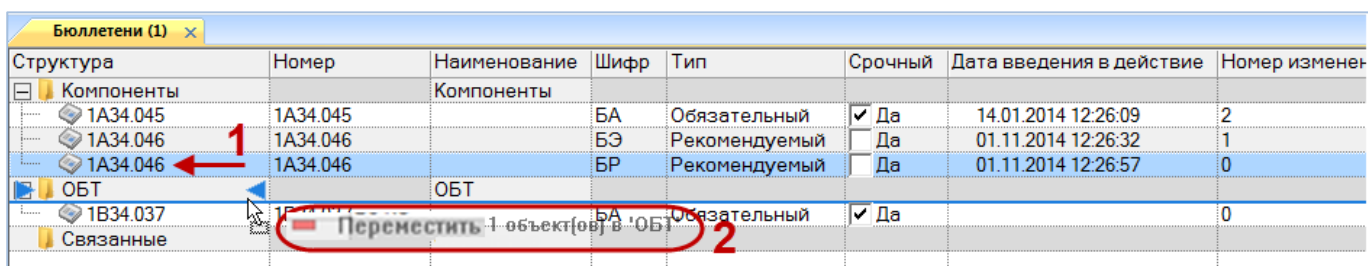

Рис. 14-6 – Перемещение бюллетеня другую папку
- 2) Выбрать бюллетень в рабочем окне «Бюллетени» (1 на рис. 14-6). Для выделения нескольких объектов используются клавиши CTRL и SHIFT.
- 3) Удерживая клавишу CTRL, переместить с помощью мыши выделенные бюллетени в нужную папку. Появится подсказка вида «- Переместить X объект(ов) в ...». Отпустить кнопку мыши (2 на рис. 14-6).